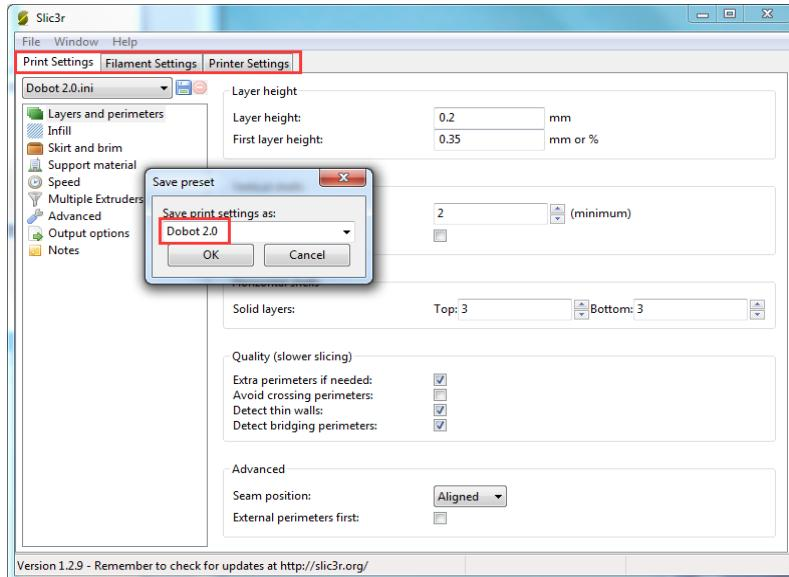

图 5.137 保存配置参数
3. 导入后需要分别针对“Print Settings”、“Filament Settings”以及“Printer Settings”三个页签进行保存，也可以重命名为其他名字，此示例中设置为默认值，如图 5.137 所示。